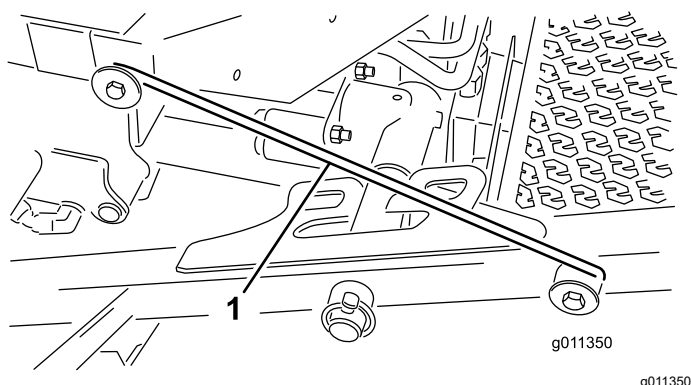

Figura 7
4. Liberte barra do trinco (Figura 7) do retentor do suporte da estrutura frontal.
5. Eleve a parte exterior das plataformas de corte frontais e coloque o trinco sobre o pino da estrutura montado na parte da frente da plataforma do operador (Figura 7).